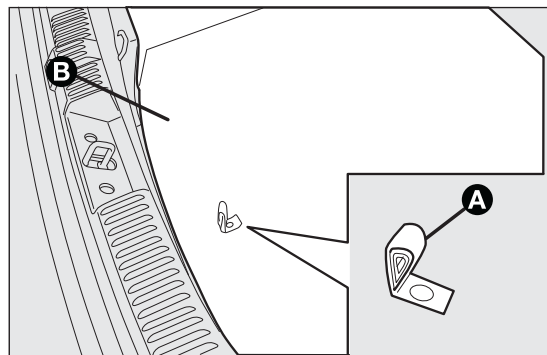

fig. 123
- ☐ apagar el motor y accionar el freno de mano; engranar la primera marcha o la marcha atrás; con la manilla A extraer la pieza premodelada de revestimiento rígida B fig. 123;